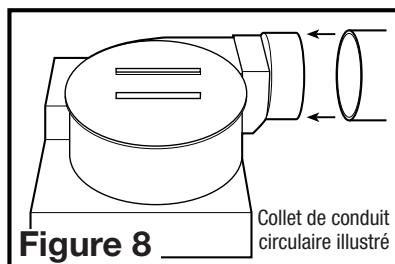

Figure 8
- Raccorder le conduit au collet de conduit du ventilateur (**Figure 8**). Fixer en place à l'aide de ruban ou de serre-joint. Toujours évacuer le ventilateur vers l'extérieur au travers de chapeau mural ou de toit. Il est recommandé que les raccords d'extrémité basse de restriction soient utilisées.